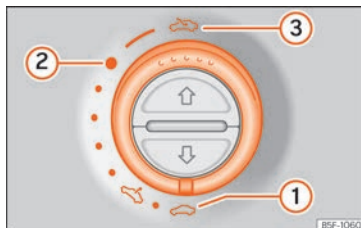

Fig. 15 Nel rivestimento interno del tetto: girare l'interruttore per aprire e chiudere.
- Apertura: girare la manopola sulla posizione »» fig. 15 ③.
- Posizione comfort: girare la manopola sulla posizione »» fig. 15 ②.
- Chiusura: girare la manopola sulla posizione »» fig. 15 ①.